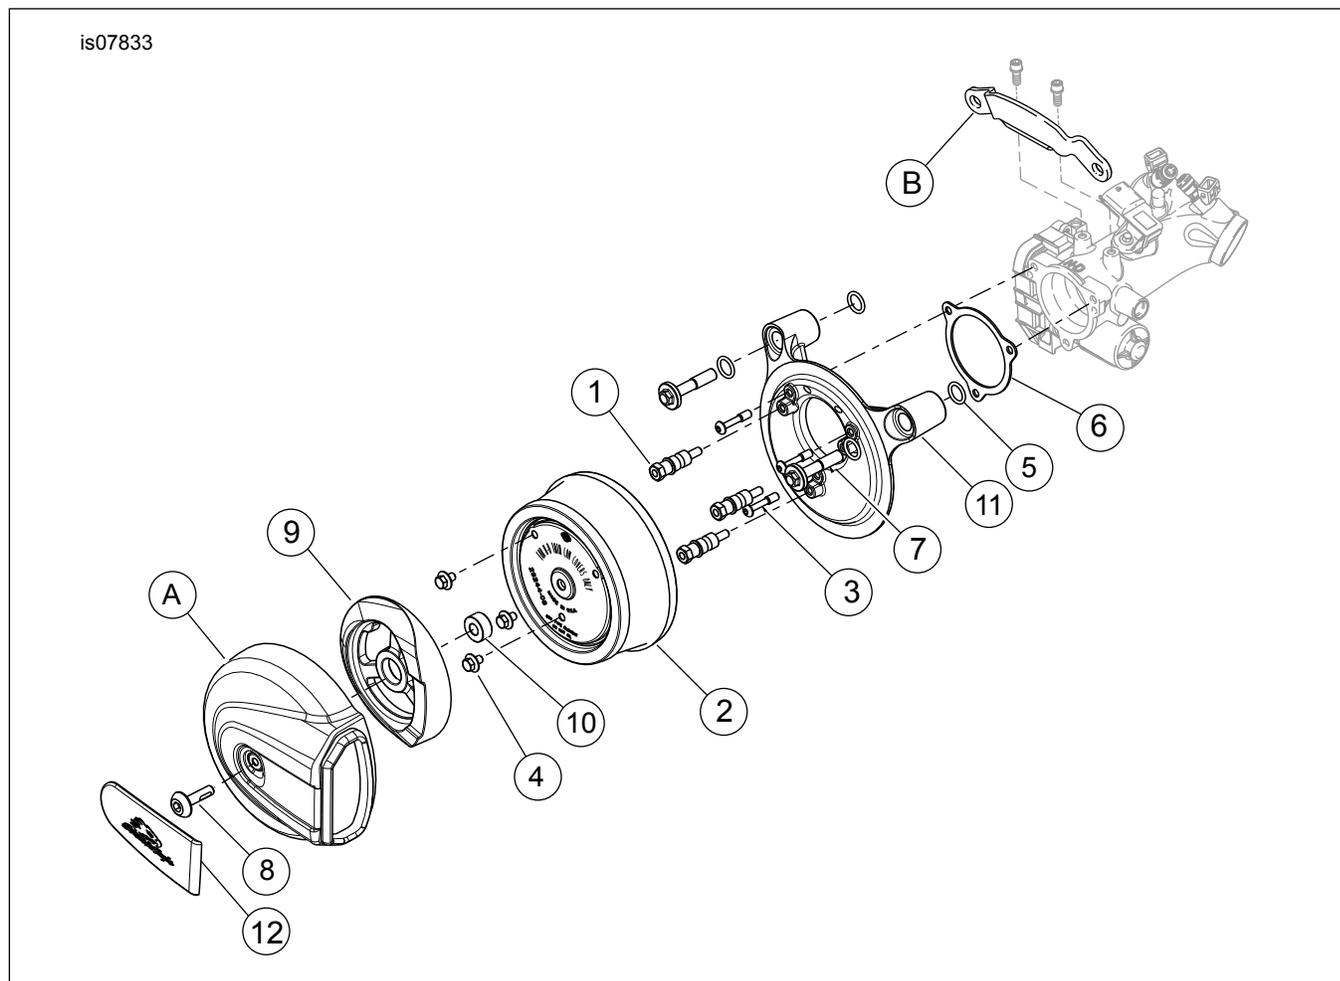

Figura 1. FILTRO DELL'ARIA STAGE I
Vedere Figura 1 e Tabella 1.
2. Vedere Figura 1 e Tabella 1. Rimuovere il coperchio di serie del filtro dell'aria (A). Eliminare le parti rimanenti.
4. Rimuovere e gettare la staffa del sostegno del modulo ad induzione (B).
1. Vedere Figura 1. Staccare la striscia di rivestimento dalla guarnizione (6) e collocare il lato adesivo sulla piastra di appoggio (11). Allinearla ai fori equidistanti delle viti e collocare con cautela la guarnizione prima di premerla con decisione in sede.
2. Installare due anelli di tenuta O-ring (5) del kit nelle scanalature intorno ai fori delle viti dello sfiatatoio, sul lato rivolto verso il modulo a induzione del gruppo della piastra di appoggio. Installare due anelli di tenuta O-ring (5) del kit nelle scanalature nella parte inferiore della testa delle viti dello sfiatatoio (7).
3. Inserire nuove viti dello sfiatatoio (7) attraverso la piastra di appoggio (11).
6. Avvitare completamente le viti della piastra di appoggio (3) attraverso la piastra di appoggio (2) fino a che le filettature delle viti non siano esposte sul lato posteriore della piastra di appoggio. Applicare Loctite 243 (blu) alle filettature delle viti della piastra di appoggio.
8. Avvitare i prigionieri di montaggio dell'elemento del filtro dell'aria (1) nella piastra di appoggio (11). In questa fase non serrare completamente.
9. In alternativa, serrare due viti dello sfiatatoio (7) a una coppia di 13,6–16,3 N·m (120–144 **in-lbs**).
10. Serrare tre viti della piastra di appoggio (3) ad una coppia di 6,2–6,8 N·m (55–60 **in-lbs**).
11. Serrare i prigionieri di montaggio dell'elemento (1) ad una coppia di 6,2–6,8 N·m (55–60 **in-lbs**).
1. Vedere Figura 1. Fissare l'elemento del filtro dell'aria (2) ai prigionieri di montaggio del filtro dell'aria (1) servendosi delle viti (4). Serrare le viti a 6,2–6,8 N·m (55–60 **in-lbs**).
2. Rimuovere con cautela e gettare l'inserito del coperchio originale del filtro dell'aria (12). Rimuovere l'eventuale adesivo residuo dal coperchio con ragia minerale.
1. Vedere Figura 1. Rimuovere il filtro dell'aria e controllare l'elemento del filtro (2) ogni 8.000 km (5000 mi) o più frequentemente in caso di guida su strade polverose.
3. Installare l'inserto del filtro dell'aria (12).